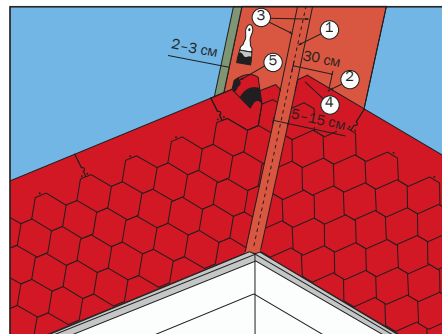

Рис. 17
Рядовая черепица укладывается поверх ендовного ковра и монтируется в хаотичном порядке до линии подреза (3) в сторону оси ендовы (1) (рис. 17). Каждая черепица дополнительно фиксируется с помощью кровельных гвоздей в верхней части (2). Не следует прибивать специальные гвозди на расстоянии ближе 30 см от центральной оси ендовы (1). Так собираются две поверхности ската относительно ендовы. После чего при помощи шнура (отбивки) отбиваются две мелованные линии (3). Затем рядовая черепица прорезается по линии 3. При этом необходимо подкладывать